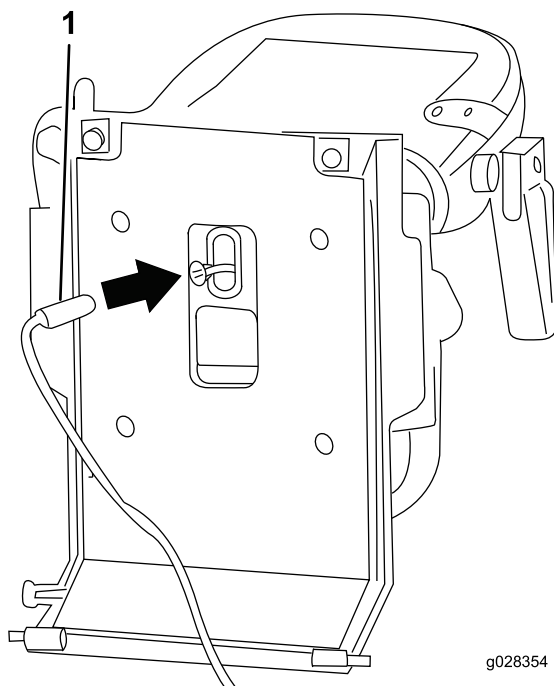

Рисунок 5
7. Отсоедините жгут проводки переключателя сиденья в нижней части сиденья (Рисунок 5).